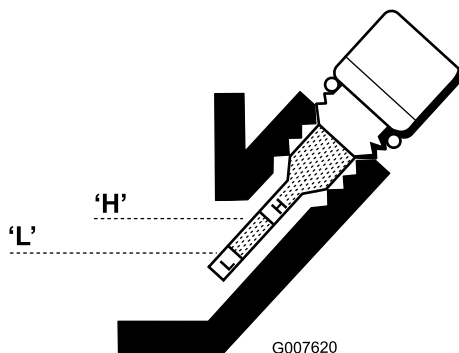

Bild 35
6. Füllen Sie bei niedrigem Ölstand genug Öl ein, sodass der Stand zwischen den H- und L-Markierungen am Peilstab liegt (Bild 35). Prüfen Sie den Ölstand.